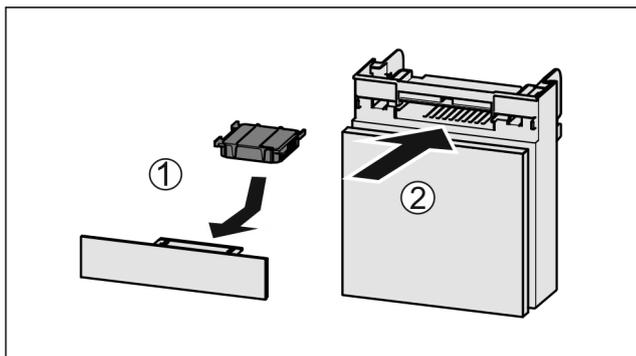

Fig. 129
- ▶ Inserte Fig. 129 (1) el filtro de carbón activado según se indica en la ilustración.
- ▶ Inserte Fig. 129 (2) el compartimiento.